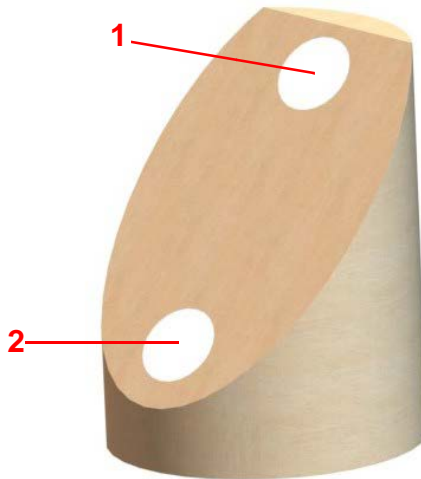

Figura 4: Punti di misurazione della durezza dello stampo - Durezza inferiore (Punto 1) e durezza superiore (Punto 2)
5. Con il campione di sabbia supportato nella piastra curva, utilizzando la scala B del durometro verde, modello 42142, misurare la durezza della sabbia verde alle estremità più strette e più larghe del campione. (Figura 4). Posizionare questi punti allineando il bordo del durometro con i bordi della superficie piana.